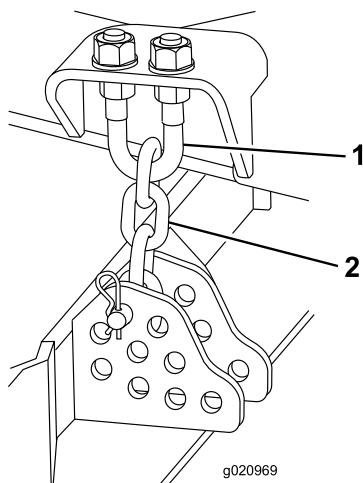

Figura 81
1. Allentate i controdadi sulla parte superiore o inferiore del bullone a U della catena dell'altezza di taglio (Figura 81).